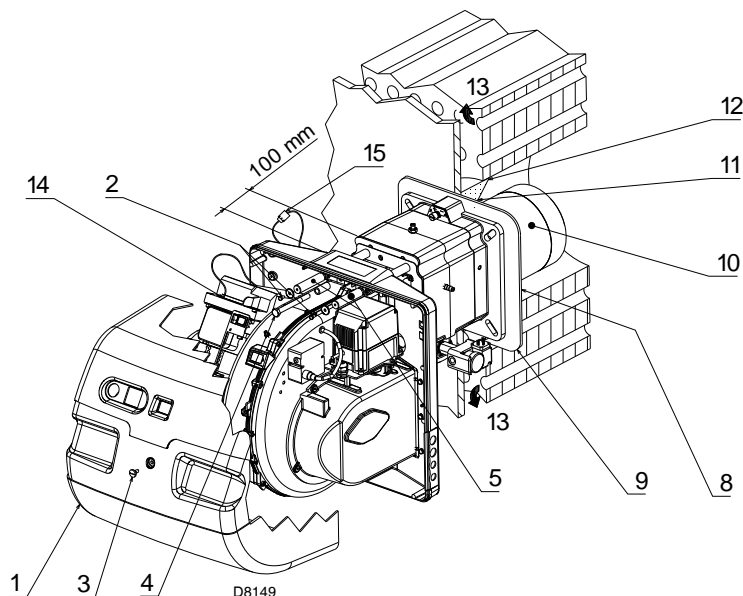

Fig. 13
Para calderas con paso de humos delantero 13), realizar una protección de material refractario 11), entre el material refractario de la caldera 12) y el tubo llama 10). Esta protección debe permitir el desplazamiento del tubo de llama. Véase Fig. 13.
Luego separar el cabezal de combustión del resto del quemador, Fig. 13.
Fijar la brida 9)(Fig. 13) a la placa de la caldera, intercalando la protección aislante 8)(Fig. 13) suministrada.
- volver a montar el quemador en las guías 3) aproximadamente a 100 mm del manguito 4) - quemador en la posición ilustrada en la Fig. 13;
- conectar el conector macho del servomotor 14)(Fig. 13) y enroscar el anillo pasacable 15)(Fig. 13);